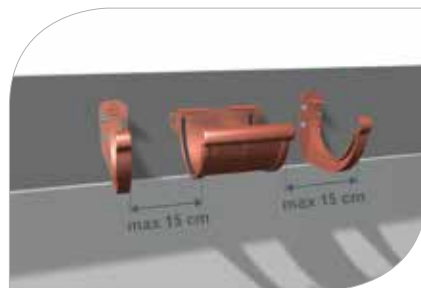

рис. 12
3.5 В месте соединения двух желобов установить соединитель (**рис. 12**)